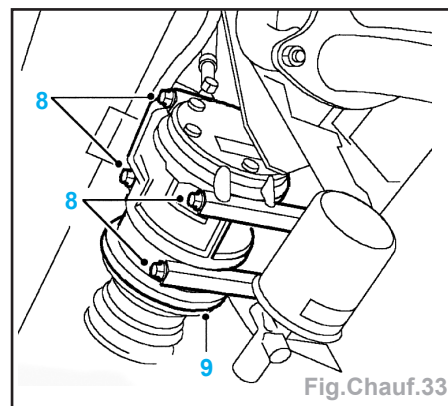

Fig. Chauff.33
- Déposer les 4 boulons (8) d'assemblage maintenant le compresseur sur le moteur (Fig. Chauff.33).
- Manœuvrer le compresseur (9) hors du support de fixation et le déposer par le bas du véhicule.